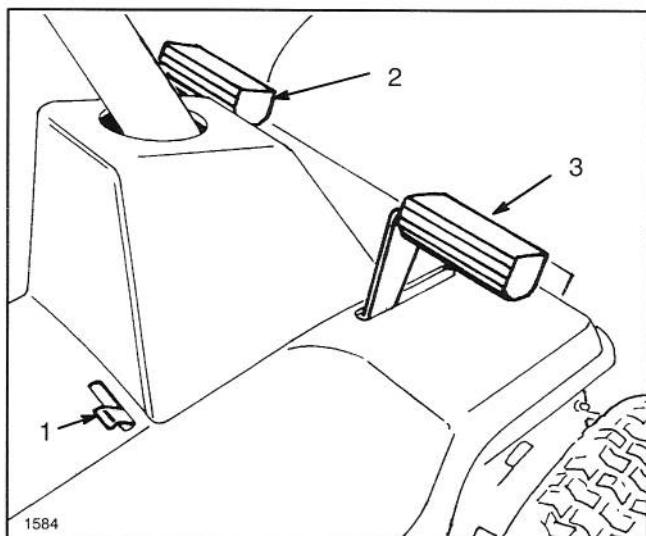

Abbildung 6
Kupplungspedal (Abb. 6)—Das fußbetätigtes Kupplungspedal wird zusammen mit der Gangschaltung verwendet. Beim Schalten muß das Kupplungspedal vollständig heruntergedrückt werden. Das Kupplungspedal bei jeder Bremsbetätigung herunterdrücken.
Bremspedal (Abb. 6)—Das fußbetätigtes Bremspedal muß gedrückt werden, um den Mäher zu verlangsamen oder anzuhalten. Wenn das Pedal gedrückt ist, greift ein Taster in die Bremsscheibe an der Seite des Getriebes ein. Bei Betätigung der Bremse immer das Kupplungspedal treten.
Feststellbremse (Abb. 6)—Die Feststellbremse muß zusammen mit dem Bremspedal verwendet werden. Wenn das Pedal heruntergedrückt ist und das Ende des Feststellbremshandschuhes das Bremspedal in gedrückter Position hält, greift ein Taster in die Bremsscheibe an der Seite des Getriebes ein.
1. Die Feststellbremse eingreifen lassen (Abb. 6): siehe Verwendung der Feststellbremse, Seite 19.
2. Die Feststellbremse nach links bewegen und das Bremspedal loslassen, bis es das Ende des Feststellbremshebels berührt (Abb. 6).
3. Zum Lösen der Feststellbremse das Bremspedal drücken (Abb. 6), wodurch der Feststellbremshebel zu ausgerasteter Position zurückkehren kann. Dann das Bremspedal loslassen.